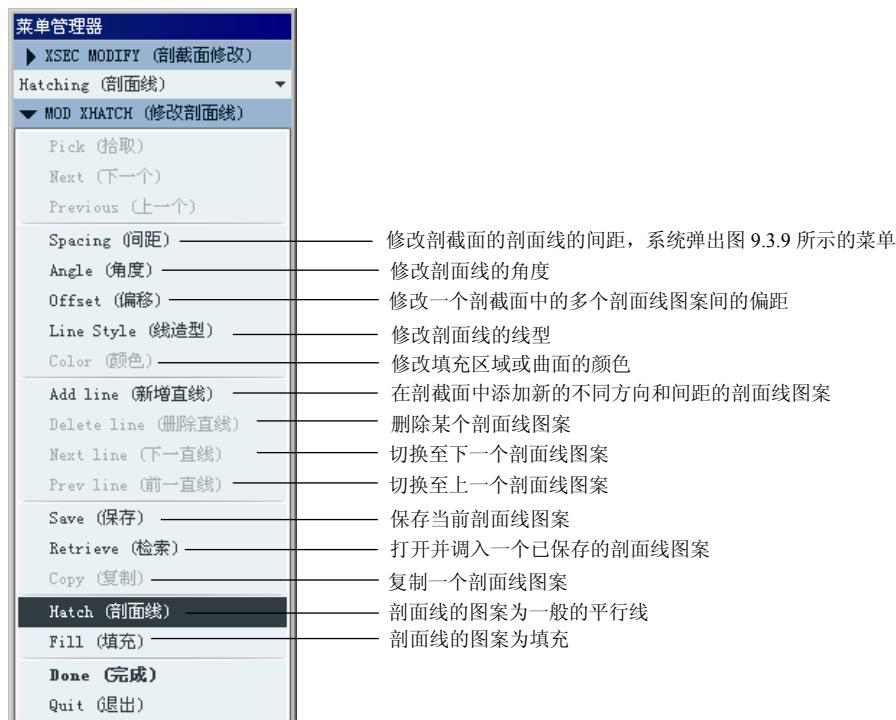

图 9.3.8 “修改剖面线”菜单
(3) 在图 9.3.8 所示的 ▶ XSEC MODIFY (剖截面修改) 菜单中，选择 Hatch (剖面线) 命令。